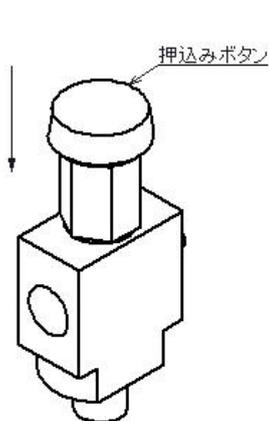

図 3
- ③ グリースチェッカー付属インジケータが作動後、設備点検時等に手動で押し込みボタンを最後まで押し込み、リセットします。（図 3）